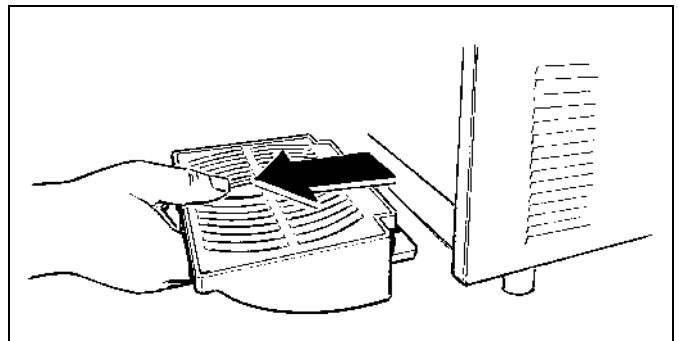

Fig. 25
- Démontez le bac d'égouttage en le tirant vers l'extérieur (voir fig.25).